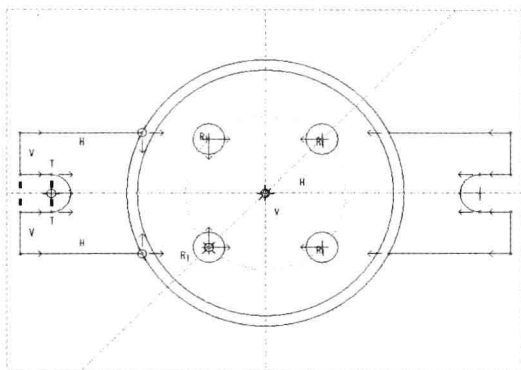

图 13-55 镜像图形 3
Step 15 选择绘图区左侧的图形对象，在“功能区”选项板的“草绘”选项卡中，单击“编辑”面板中的“镜像”按钮，以中间的垂直中心线为镜像线，进行镜像处理，如图 13-55 所示。